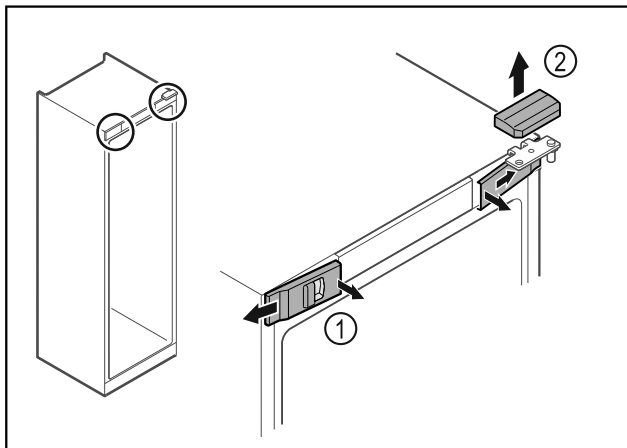

Fig. 7*
- ▶ Vidinėje pusėje atfiksukite priekines dengiamąsias plokšteles Fig. 7 (1) ir nuimkite jas į šoną.*
- ▶ Nuimkite viršutinę dengiamąją plokštelę Fig. 7 (2) į viršų.*